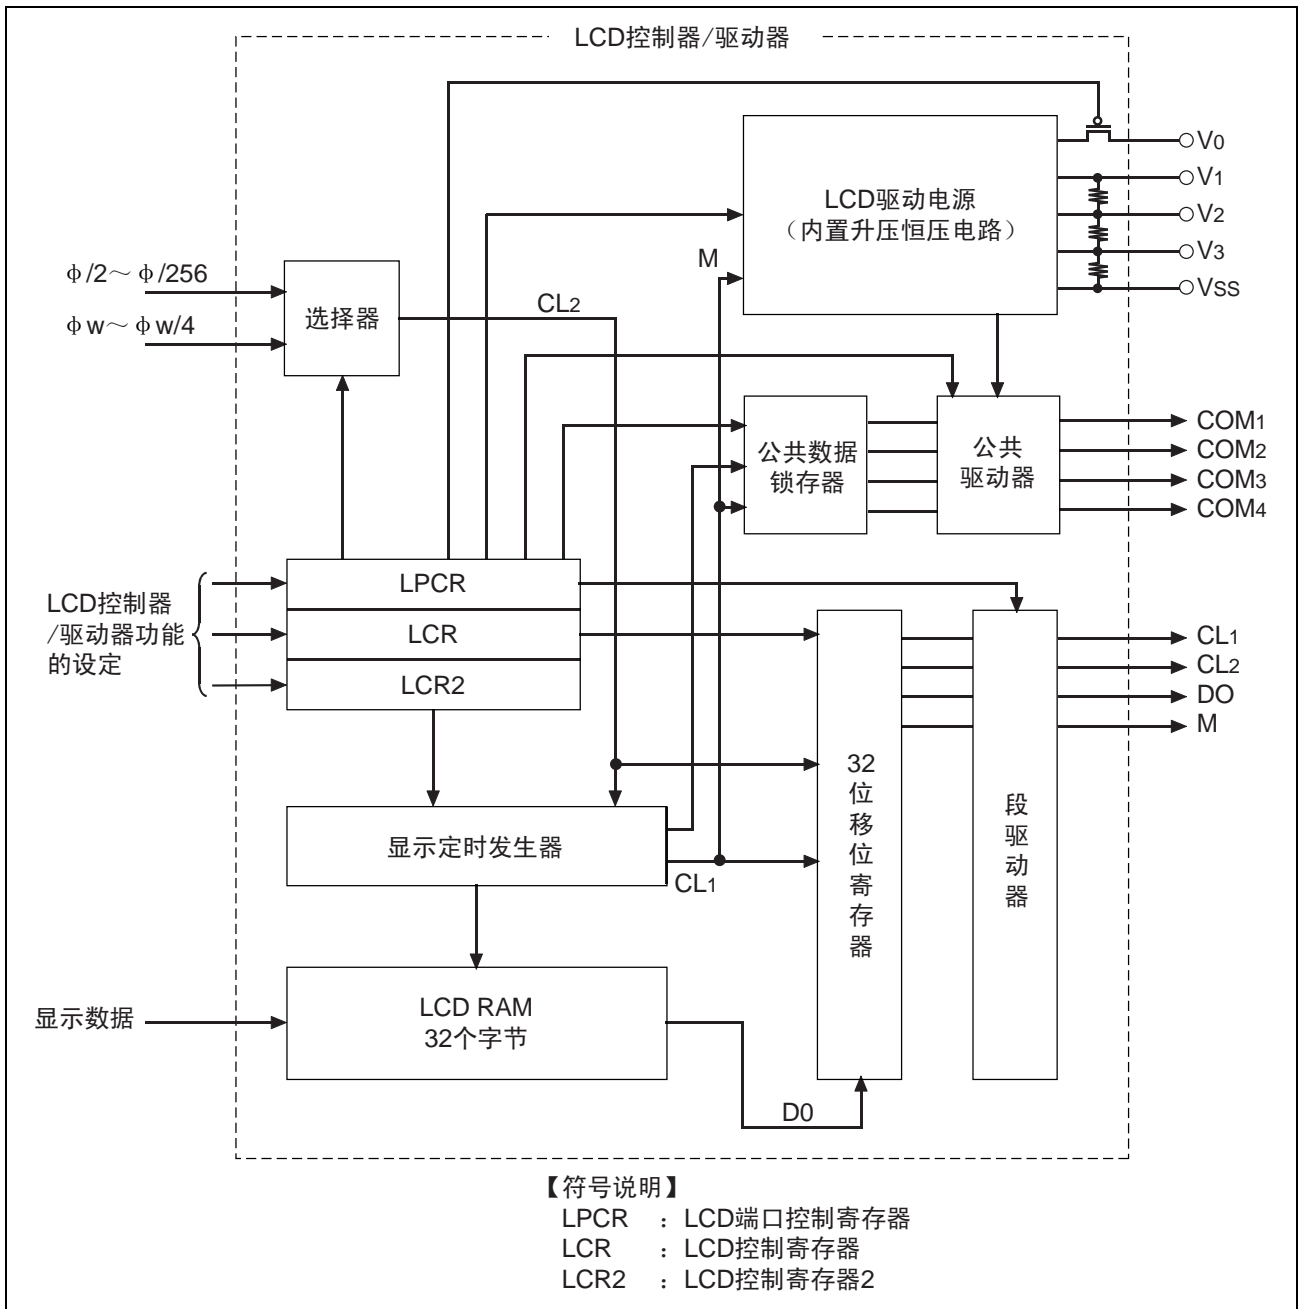

图 2 段外部扩展时的 LCD 控制器/驱动器的框图
(2) 本例子使用的 LCD 段外部扩展时的 LCD 控制器/驱动器的框图如图 2 所示。